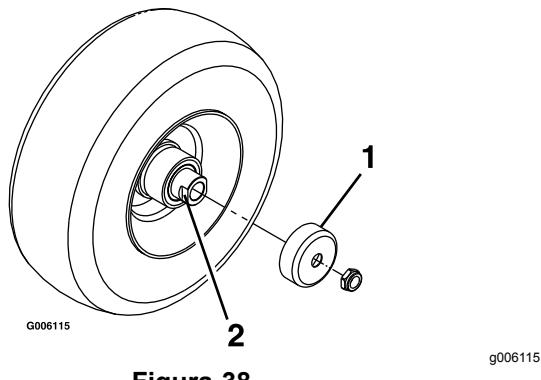

Figura 38
- Retire los protectores de los retenes del buje de la rueda (Figura 38).